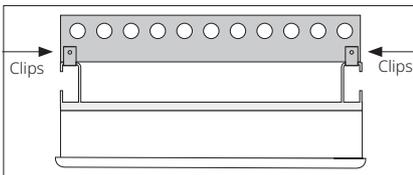

Figura 8: Vista superior.
- Atornille la parte superior del inversor al soporte para pared con los tornillos suministrados, como se muestra en la figura 8.
Atornille la parte superior del inversor al soporte para pared con los tornillos suministrados, como se muestra en la figura 8.